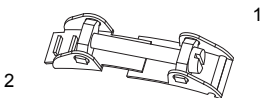

Abb. 9.1: Spannschloss
- Stellen Sie sicher, dass Teil (2) des Spannschlusses auf Teil (1) liegt (siehe Abb. 9.1). Die Haken von Teil (2) müssen sich auf der äußeren Seite des Spannschlusses befinden.